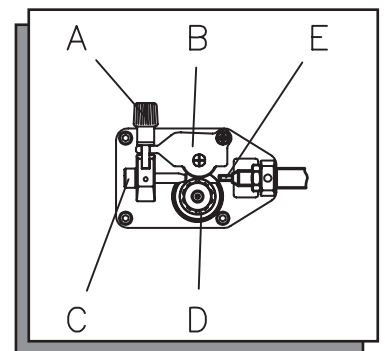

FIG. 11
- ✓ Allentate ed abbassate la manopola in plastica (A-FIG11) e rilasciate la leva premifilo (B-Fig.11). Estraiete eventuali residui di filo dalla guaina guidafile (E-FIG11).
- ✓ Rilasciate il filo dalla bobina e tenetelo stretto con un paio di pinze in modo che non possa srotolarsi. Se necessario, raddrizzatelo prima di inserirlo nella guida di entrata (C-FIG11) del filo. Inserirvi il filo facendolo passare sopra al rullino inferiore (D-FIG11) e nella guaina guidafile (E-FIG11).
- ✓ Abbassate la leva premifilo (B-FIG11) e sollevate la manopola in plastica (A-FIG11). Serrate leggermente. Una stretta eccessiva blocca il filo e potrebbe danneggiare il motore. Una stretta insufficiente non permetterebbe ai rullini di trainare il filo.